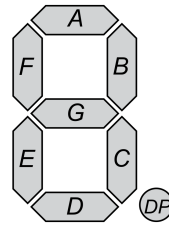

FIGURE 1 – Segments d'un afficheur
- Décrire la table de vérité de l'afficheur sept segments pour les chiffres allant de  $0_h$  à  $F_h$  à l'aide de l'entité que vous avez dessiné précédemment et de la figure 1.